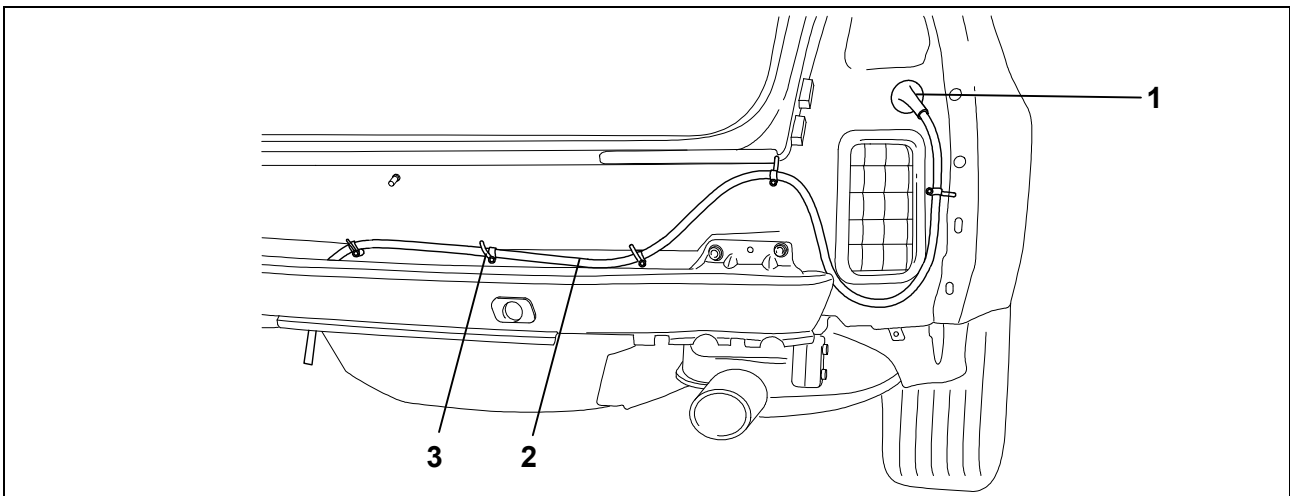

Abb. 3: Leitungsstrang verlegen
8. Die vorhandene Blindkappe aus der Kabel-Durchführung (Abb. 3/1) herausnehmen.
9. Den Leitungsstrang (Abb. 3/2) durch die fahrzeugseitige Kabel-Durchführung (Abb. 3/1), ausgehend vom Steckdosenthalteblech, in den Kofferraum verlegen.
10. Die Gummitülle in die Kabel-Durchführung (Abb. 3/1) einsetzen.
11. Den Leitungsstrang (Abb. 3/2) mit beiliegenden Kabelbindern (Abb. 3/3) befestigen.